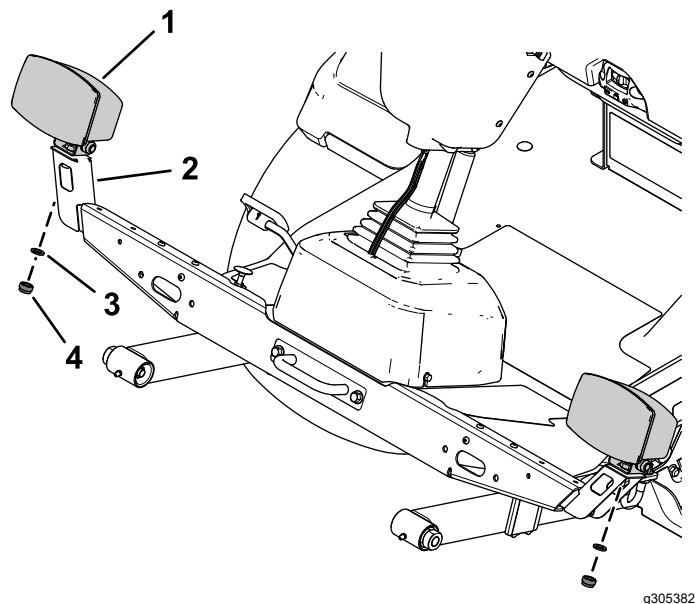

Figura 20
4. Fije el conjunto de luz izquierda y el conjunto de luz derecha en el soporte de luz izquierda y el soporte de luz derecha con la arandela de freno y la tuerca hexagonal de los conjuntos de luces (Figura 20).